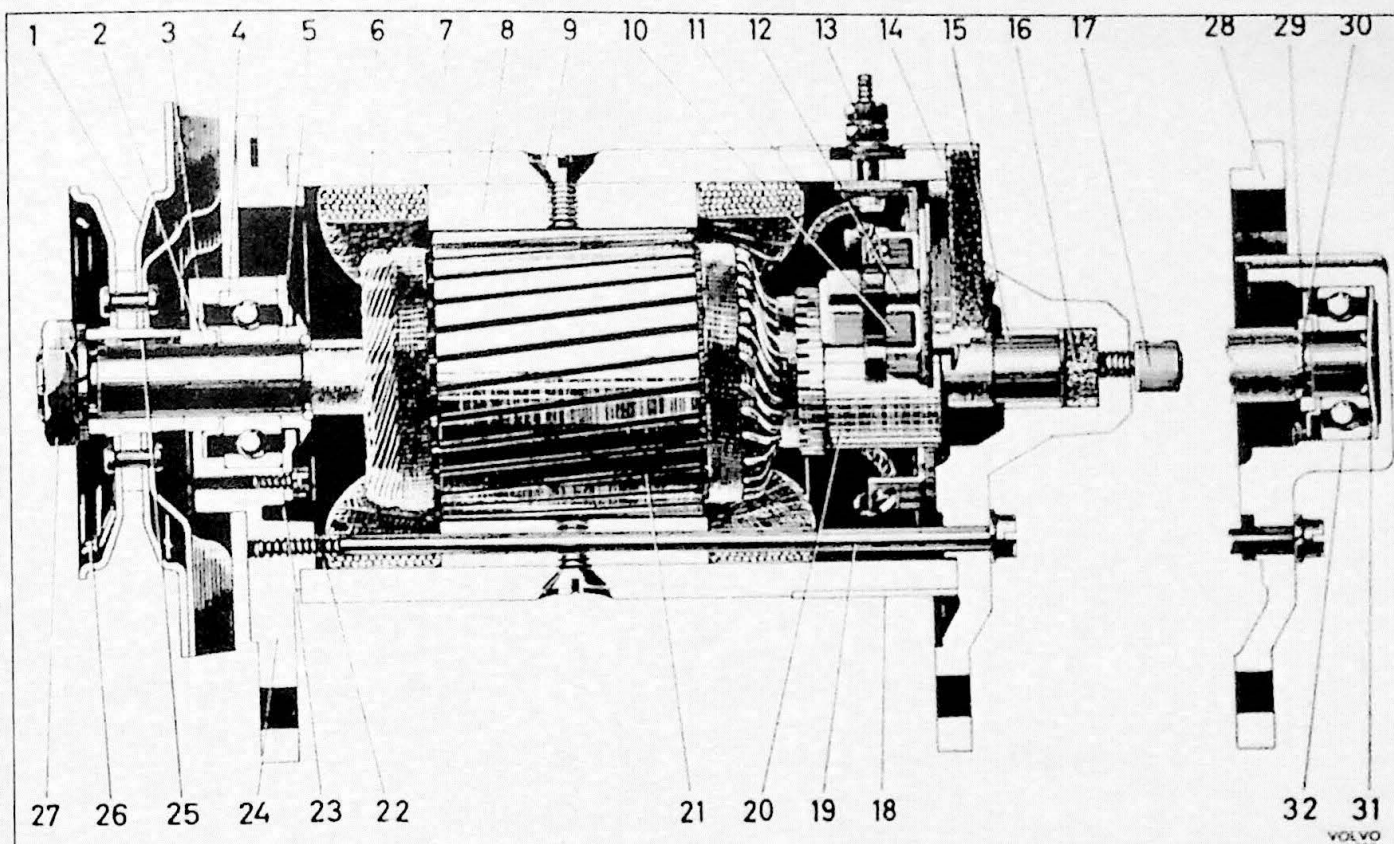

Fig. 12.1. Gelijkstroomdynamo.
1. Markeer alle aansluitingen bij demontage (Fig. 12.1 en 12.2).